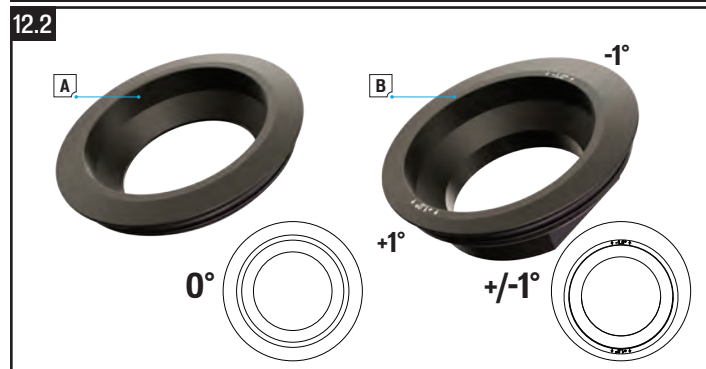

Fig. 12.2
- Løsne frempindsboltene, som fastgør den til stilk på forgaflen (A).
- Løsne og fjern tophættebolt (B).
- Tag frempinden (C) af stilk på forgaflen (D), og tag forgaflen af stellet (E).
- Vælg den headset-skål og position (fig. 12.2), som passer til rytterens ønskede geometri.